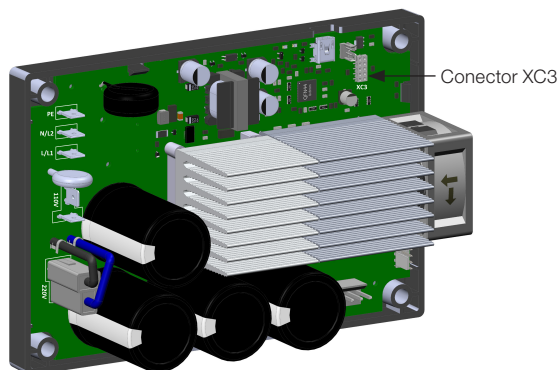

Figura 4.3: Conexión del accesorio CRS485 en el conector XC3 del ADW300
1. Con el convertidor sin tensión, conectar el accesorio CRS485 en el conector XC3 del ADW300 (Ver Figura 4.3 en la página 47).